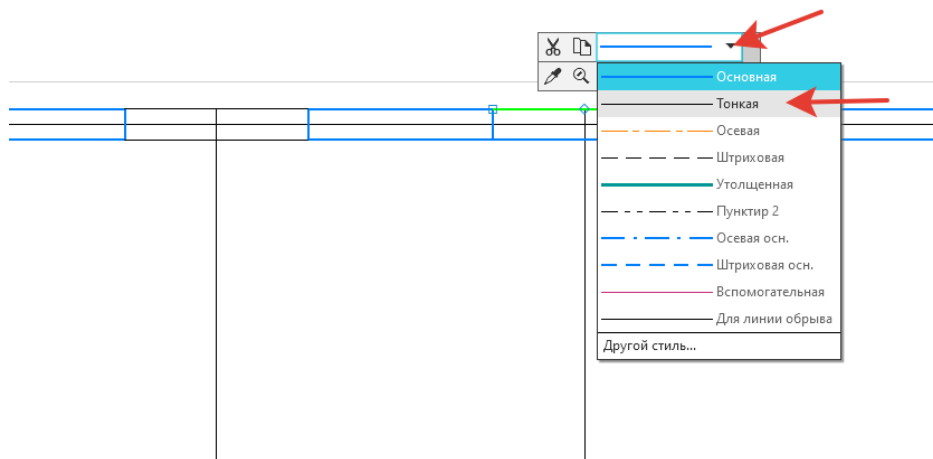

Рисунок 77.
14. Оконные проемы на чертеже должны быть тонкой линией. Один раз щелкнуть на участке оконного проема, появится всплывающее окно, поменять стиль линии - **Тонкая** (рисунок 77).